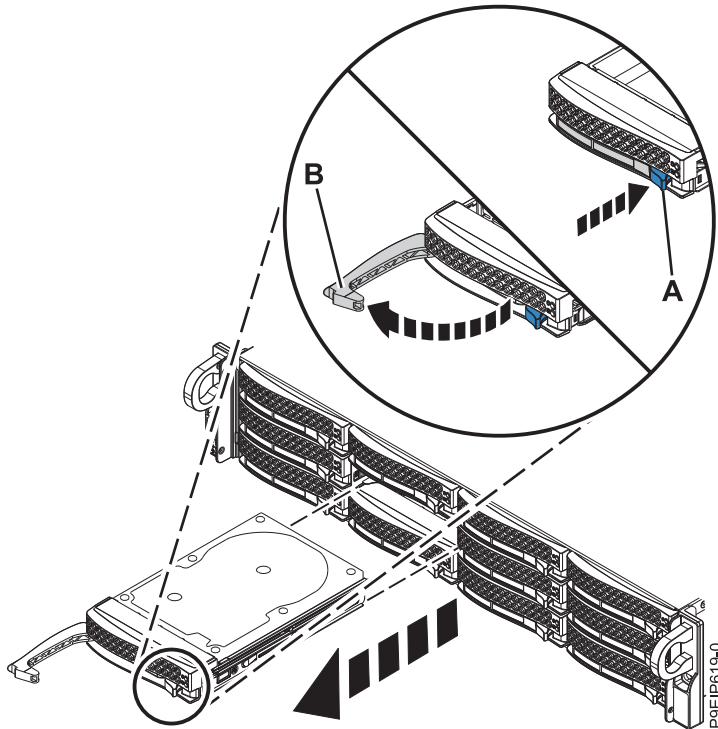

図 11. 前面ドライブの取り外し
2. ハンドル・リリース **(A)** を押し込んで、ドライブ・ベイ・ハンドル **(B)** をアンロックします (15 ページの図 11 を参照)。ハンドル **(B)** が音を立てて手前に開きます。ハンドルが完全に開いていないと、ドライブをシステムから取り出すことができません。